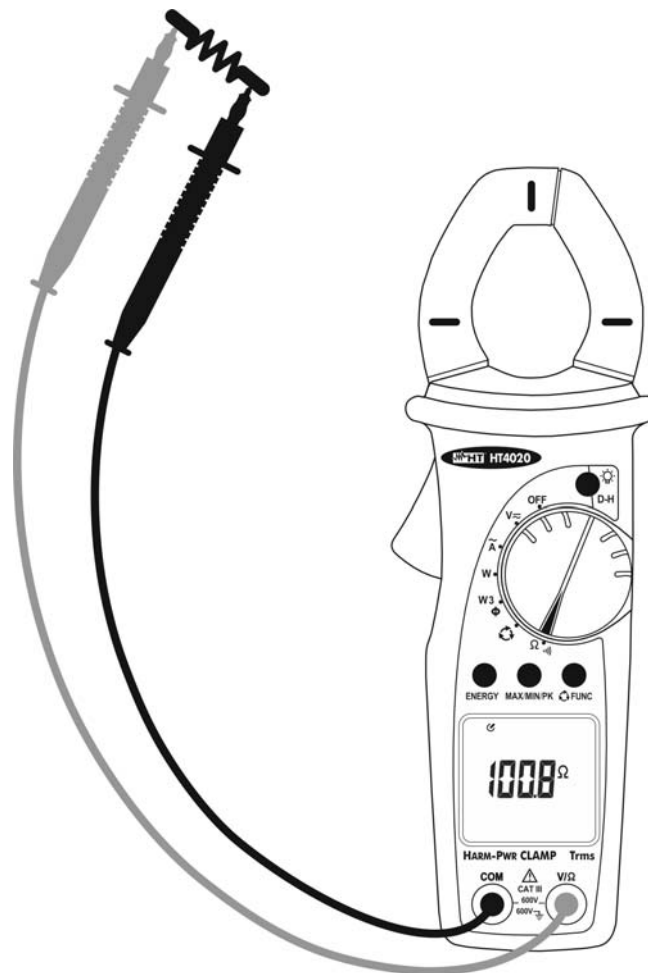

Fig. 7 : Mesure de résistance et test de continuité
3. Positionner les embouts sur les points désirés du circuit sous test (voir Fig. 7). La valeur de résistance est affichée à l'écran.